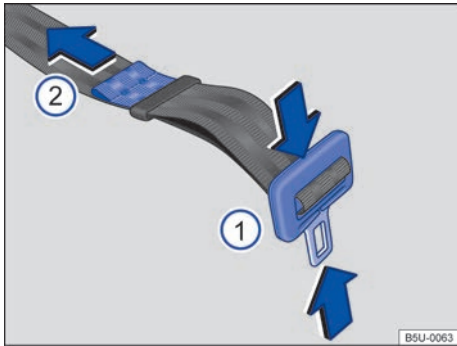

Fig. 57 Ajustar la banda del cinturón de seguridad subabdominal.
- Presionar la lengüeta ⇒ fig. 57 ① y extender totalmente el cinturón de seguridad.
- Apretar la lengüeta contra el cierre del cinturón y tirar de la extremidad ⇒ fig. 57 ② en el sentido de la flecha, hasta alcanzar una holgura máxima de 5 cm (3 dedos) en la región del abdomen.